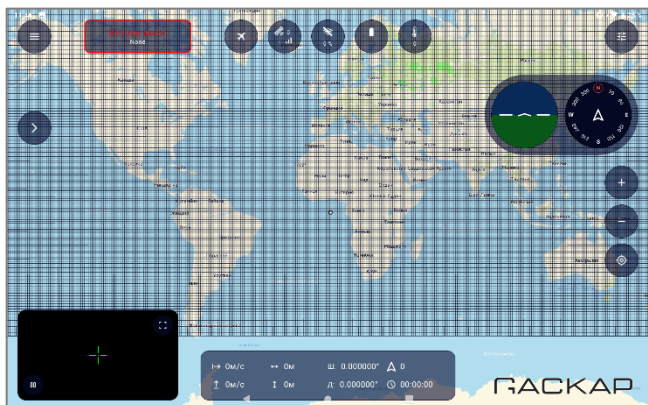

Рисунок 35
- проконтролировать появление сетки для загрузки высот на карте местности (рисунок 35);